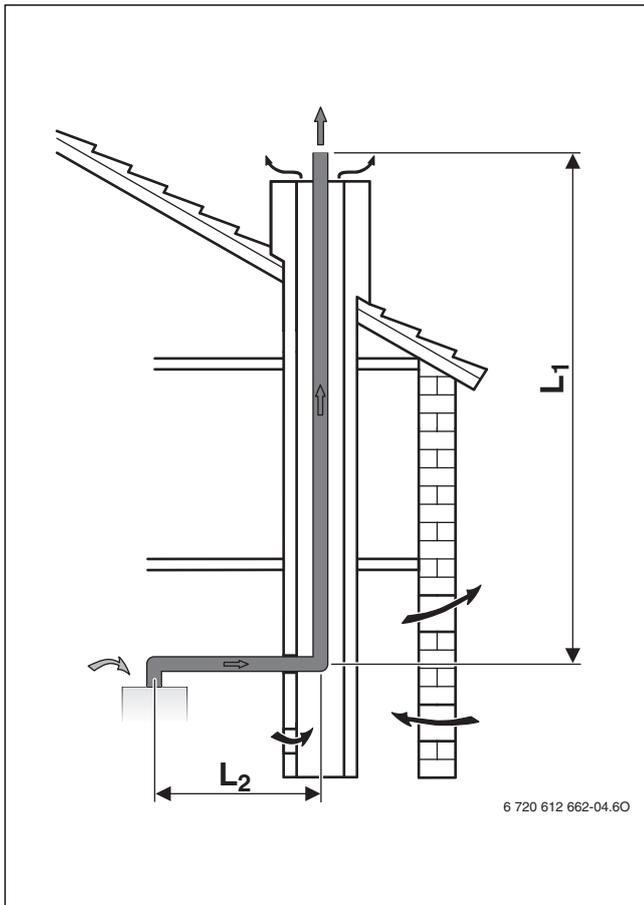

Fig. 9 Sistema di aspirazione/scarico tramite cavedio B₂₃
- Quando il condotto aspirazione/scarico è in un cavedio retroventilato (→ figure 9, 10, 11, 12 e 14) non è necessario eseguire alcuna pulizia.